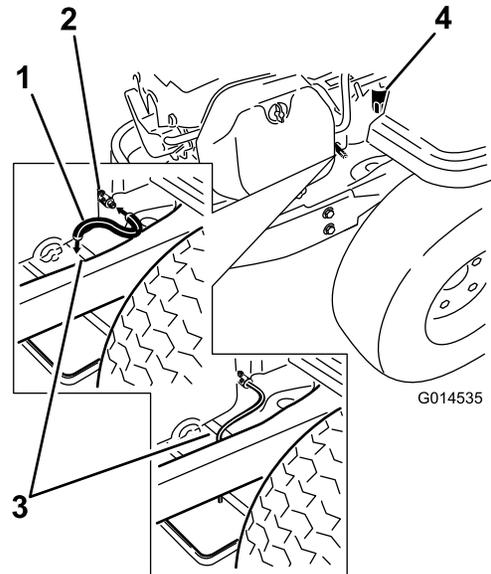

Bild 30
- Reinigen Sie den Bereich um das Ablassventil und den Maschinenrahmen. Finden Sie den Ölablassschlauch und schieben Sie ihn auf das Ablassventil (Bild 30).
- Stecken Sie das andere Ende des Ölablassschlauches auf das Ende des Rahmens (Bild 30).